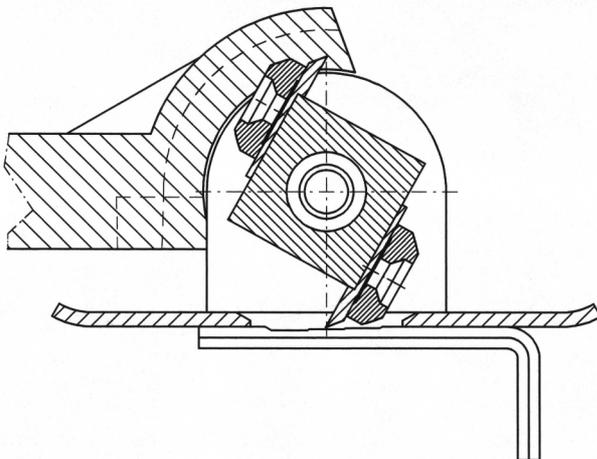

Abbildung 17
- Schlüssel (12) mit den Einkerbungen zur Messerwalze (03) zeigend auf das Führungsblech (19) legen (s. Abb. 17).
- Messer (09) und Schlüssel (19) an der Stelle mit der gewünschten Schnitttiefe von 0,4 bis 1,0mm (s. Abb. 17) zum Berührung bringen. Dabei muss die Walze (03) so stehen, dass das Messer (09) maximal durch das Führungsblech (19) herausragt. Die Messer (09) sind so einzustellen, dass sie max. 1mm unter dem Führungsblech (19) herausragen.
- Messer (09) in dieser Stellung festhalten. Alle 6 Messer werden auf gleiche Weise eingestellt.